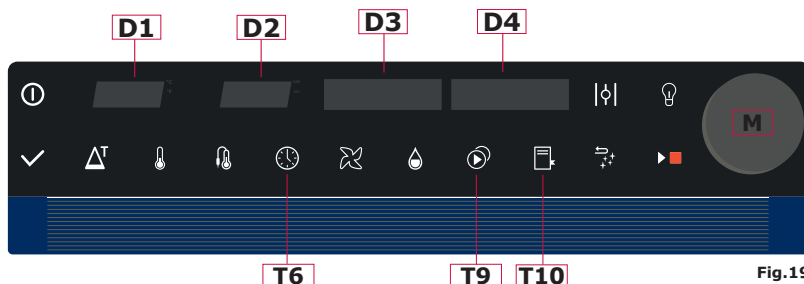

Fig.19
3. Tryck samtidigt in vredet **M** och knappen **T10** (Fig.19).
3. Tryck samtidigt in vredet **M** och knappen **T9 (Fig.19)**
För att utföra denna proceduren är det tillräckligt att hålla knappen **T6 (Fig.19)** intryckt och följa indikationerna på displayen D3 och D4 och vrida vredet M medurs eller moturs och bekräfta valda data genom att trycka in själva vredet.